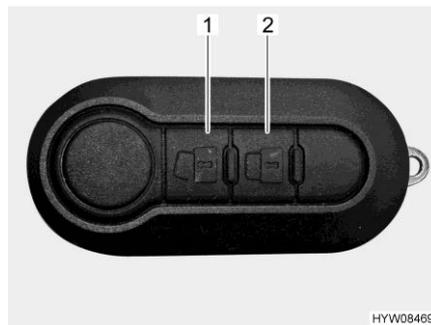

Bild 50 Fernbedienung Zentralverriegelung (2 Tasten)
- Türen entriegeln: ■ Taste  (Bild 50,1) einmal kurz drücken. Die Türschlösser sind entriegelt.
- Türen verriegeln: ■ Taste  (Bild 50,2) einmal kurz drücken. Die Türschlösser sind verriegelt.